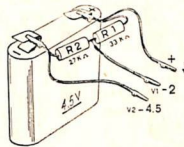

Fig. 11 - Per la polarizzazione fissa potrà essere usata una pila di 4,5 volt munita di conveniente partitore da collegare alla pila stessa al momento dell'uso.
al terminale n. 1 del sintonizzatore RF N. 7870. Può essere usata una sola batteria a 4,5 volt munita di un partitore resistivo per ottenere i 2,5 volt, com'è indicato nella fig. 11.
- 4) una tensione negativa di -3 volt, fornita da una pila (2 elementi a secco in serie). Tale tensione potrà essere ottenuta anche da una pila di 4,5 Volt, munita di partitore com'è indicato nella fig. 11 sostituendo R1 con una resistenza di 5,6 K Ω .